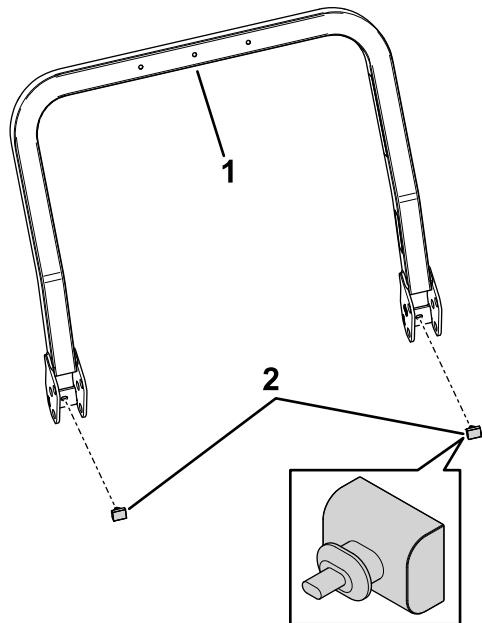

Figura 11
4. Localice el tubo superior de la barra antivuelco. Instale 2 topes de goma (Figura 11).